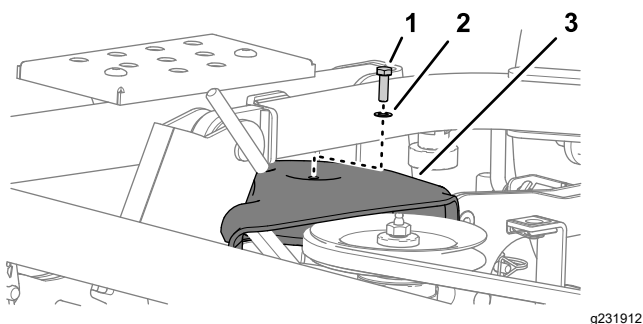

Figura 117
2. Îndepărtați urubul și aiba care fixează capacul fuliei pe puntea mainii de tuns iarba (Figura 117).
1. Aliniați capacul fuliei pe fulia din dreapta; consultai Figura 117 din Îndepărtarea capacului fuliei (Pagină 77).